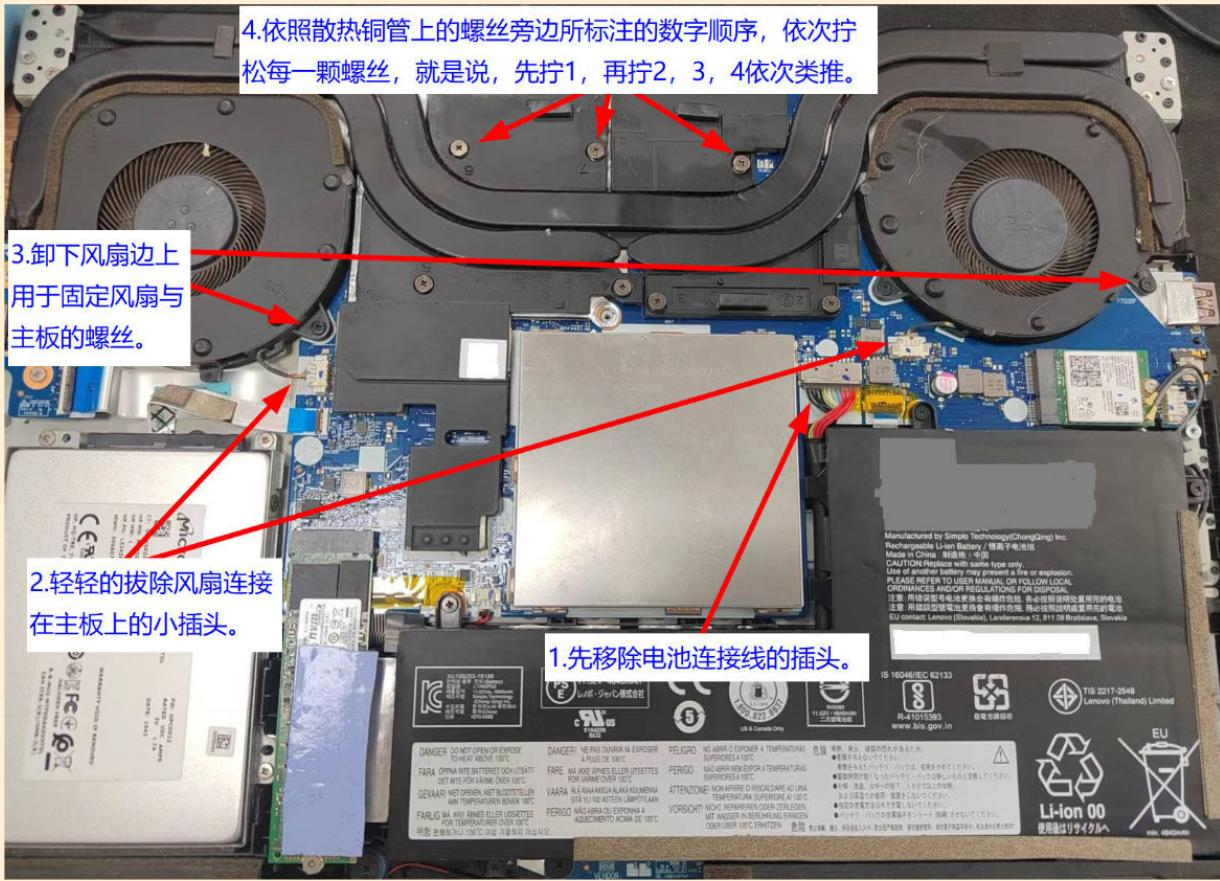

图19.1 笔记本清灰的简略步骤：
操作示意图 19.1
提示：新手或动手能力不太强的用户，可以只看前面 图19.1 中提到的“笔记本内部基本清灰操作”忽略此操作。
- 清理灰尘。见 操作示意图19.1
见操作示意图19.1~19.2